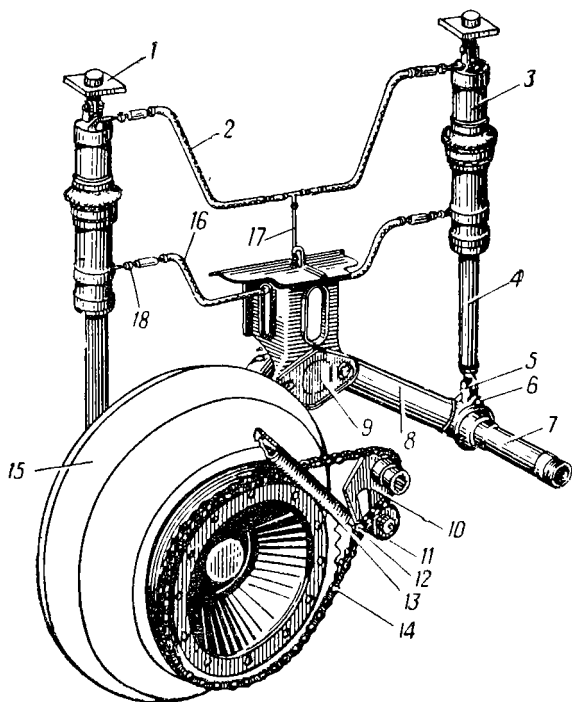

Рис. 4. Установка гидравлических подъемников и балансиров дополнительных колес:
1. Расшплинтовать палец звена цепи 14 (рис. 4) и снять цепь.
е) положение ведомой звездочки колеса относительно ведущей звездочки привода дополнительного колеса регулировать шайбами, устанавливаемыми на ось 9 (рис. 4), при этом отклонение положения ведомой звездочки от плоскости ведущей звездочки привода, замеряемое линейкой или щупом, допускается не более 1 мм.
10. Установить балансир в сборе с колесом на место, совместить отверстия в балансира и проушине, вставить ранее стоявшие регулировочные шайбы и вставить в отверстия ось 9 (рис. 4).